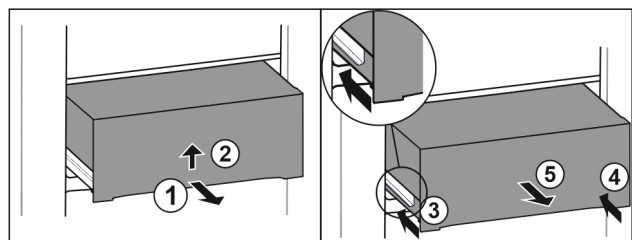

Fig. 68
- ▶ Zásuvku napůl vytáhněte. Fig. 68 (1)
- ▶ Zvedněte zásuvku na spodní straně. Fig. 68 (2)
- ▶ Zasuňte levou kolejničku. Fig. 68 (3)
- ▶ Zasuňte pravou kolejničku. Fig. 68 (4)
- ▶ Vyměňte zásuvku dopředu. Fig. 68 (5)